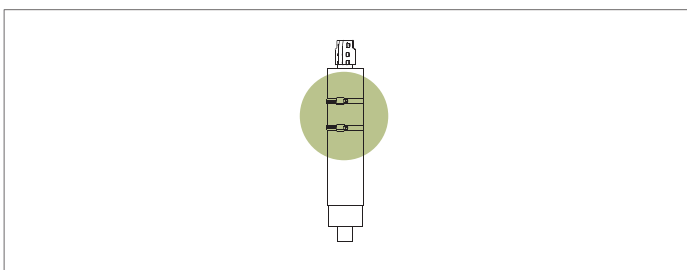

Рис. 49. Установка двух хомутов крепления
3. Установите два хомута крепления. См. рис. 49.